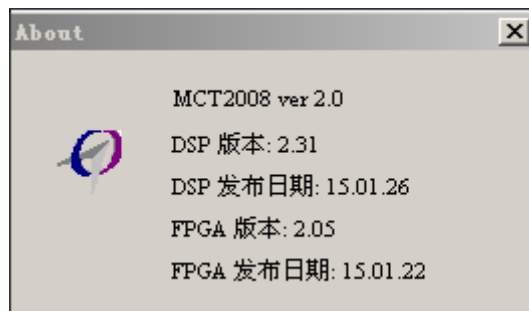

图 4-22 版本信息对话框
- (1) 在 MCT2008 软件主界面点击菜单“帮助”->“关于”，将会弹出 About 对话框，如图 4-22 所示。用户可以在该对话框内读取到所使用的软件版本、DSP 版本和 FPGA 版本；